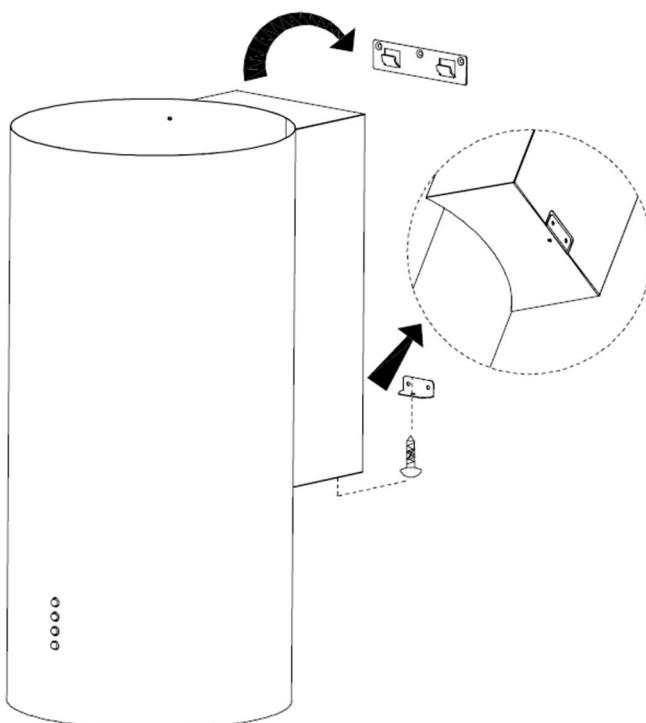

Рис.3
6. Отверстие на задней стороне корпуса вытяжки должно совпасть с отверстием в нижней планке. Зафиксируйте прибор, привинтив его к планке с помощью винта M4*6 (рис.3). Установка завершена.